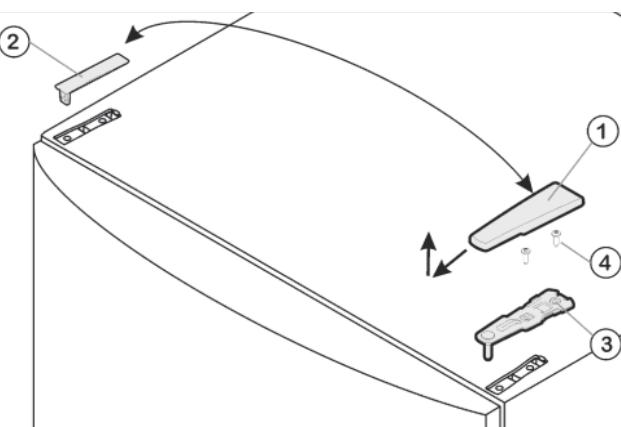

Fig. 4
- Потяните крышку Fig. 4 (1) вперед и вверх.
- Снимите крышку Fig. 4 (2).
- ▶ Открутите верхний опорный кронштейн Fig. 4 (3) (2 шт. Torx® 25) Fig. 4 (4) и вытяните вверх.
- ▶ Установите верхний опорный кронштейн Fig. 4 (3) на новой стороне шарнира и защелкните в дверце.
- ▶ Привинтите верхний опорный кронштейн (с моментом 4 Нм)(2 шт. Torx® 25) Fig. 4 (4). При необходимости проделайте отверстия или используйте аккумуляторную отвертку.
- ▶ Наденьте и защёлкните крышку Fig. 4 (1) и крышку Fig. 4 (2) на противоположной стороне снаружи.